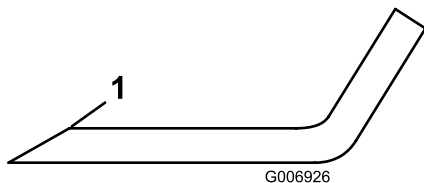

Figura 74
4. Inspeccione as extremidades de corte de todas as lâminas, afie as extremidades de corte se apresentarem sinais de desgaste ou ranhuras, afie apenas a zona superior da parte cortante e mantenha o ângulo de corte original para garantir um desempenho eficaz da lâmina (Figura 74).